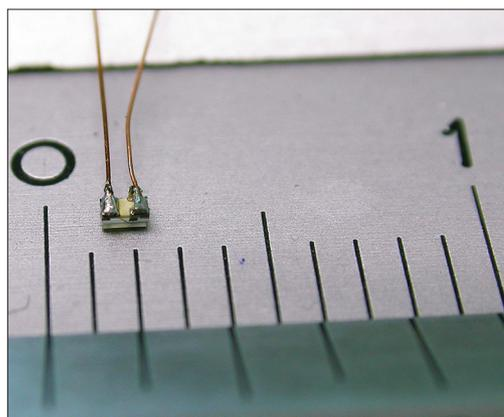

Abbildung 6: die noch kleinere gelbe LED wird auch mit Drähten geliefert
- Bauform 0402, d.h. 1,0 x 0,5 x 0,5 mm, Abb. 6 + 7